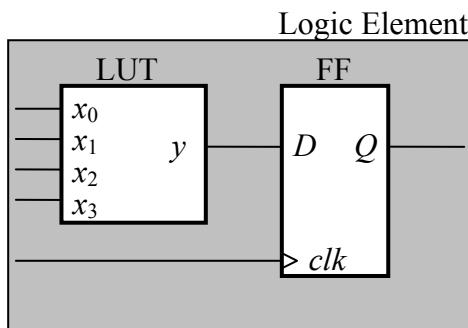

Abbildung 1.1
Entwerfen Sie eine Schaltung, die für eine Eingangsvariable  $b$  ( $b_3 \dots b_0$ ) die Ausgangsvariable  $m$  nach folgender Funktion berechnet:  $m = b \bmod 3$ , wobei  $b$  und  $m$  als positive Binärzahlen zu interpretieren sind. Eingang  $b$  und Ausgang  $m$  sind jeweils mittels Register zu synchronisieren. Für die Realisierung steht ihnen ein FPGA mit Logic Elements (LE) bestehend aus LUTs mit nachgeschalteten Flip-Flops (siehe Abbildung 1.1) zur Verfügung.